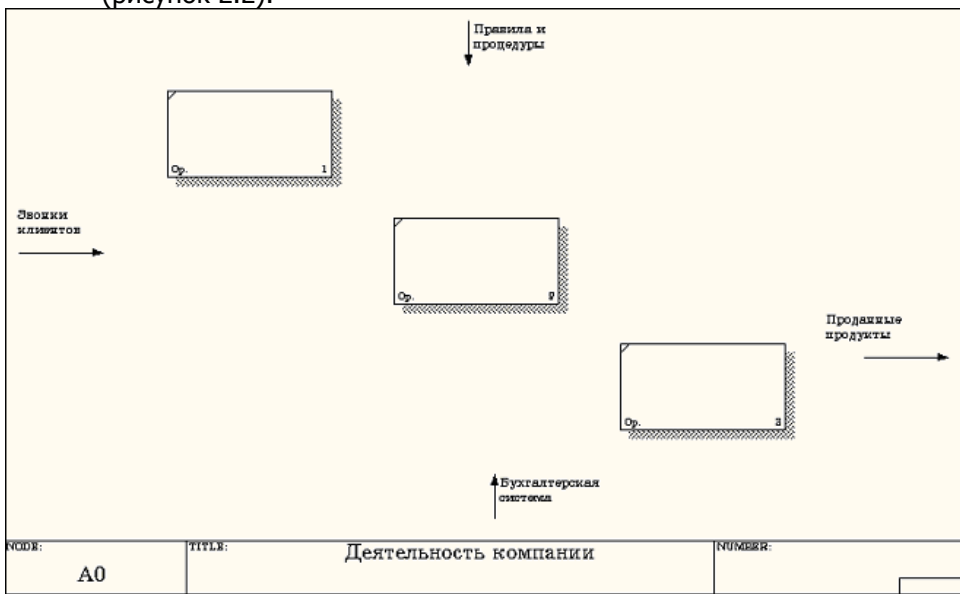

Рисунок 2.2 – Диаграмма декомпозиции
- Автоматически будет создана диаграмма декомпозиции (рисунок 2.2).